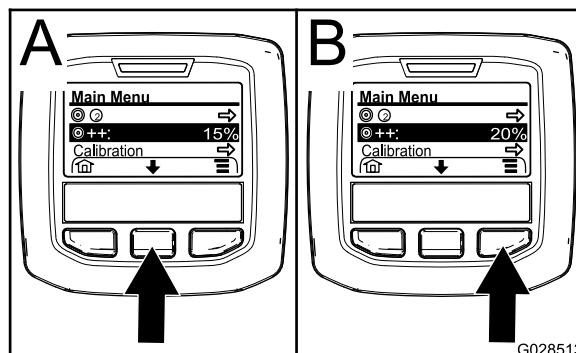

図 68
2. 必要に応じ、中央ボタンを押して散布率ブーストを表示させる 図 68。
注 散布率ブーストを示すアイコンは、的ターゲットを示す記号の右隣に表示される2つの記号です 図 68。
3. 右ボタン 図 68を押すと、散布レートが5ずつ大きくなります最大20まで。